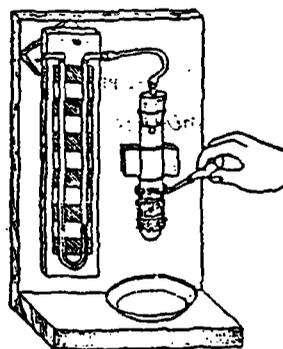

FIGURA 3
- Espere algún tiempo y observe la columna de líquido en el manómetro según el montaje indicado en la Figura 3.